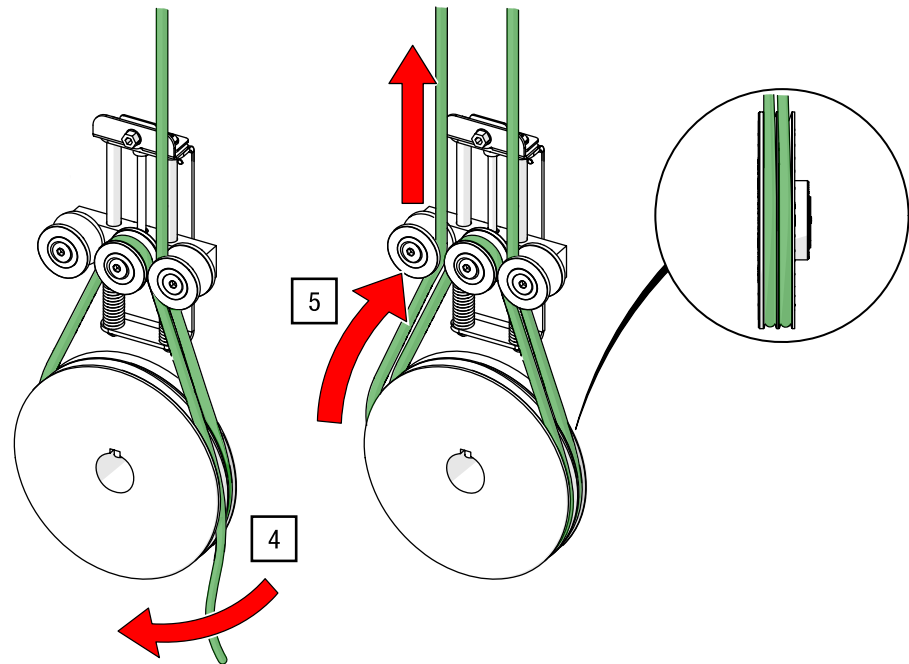

Abb. 128: Seil um äußere Rille der Treibscheibe legen
4. Leiten Sie das Zugseil über die äußere Rille der Treibscheibe nach oben (siehe Abb. 128).
5. Leiten Sie das Zugseil folgend über die linke Führungsrolle der Spanneinheit nach oben und über die Ableitrolle zurück in den Schienenverlauf und befestigen Sie es an Ihrem Zugwagen (siehe Abb. 128).